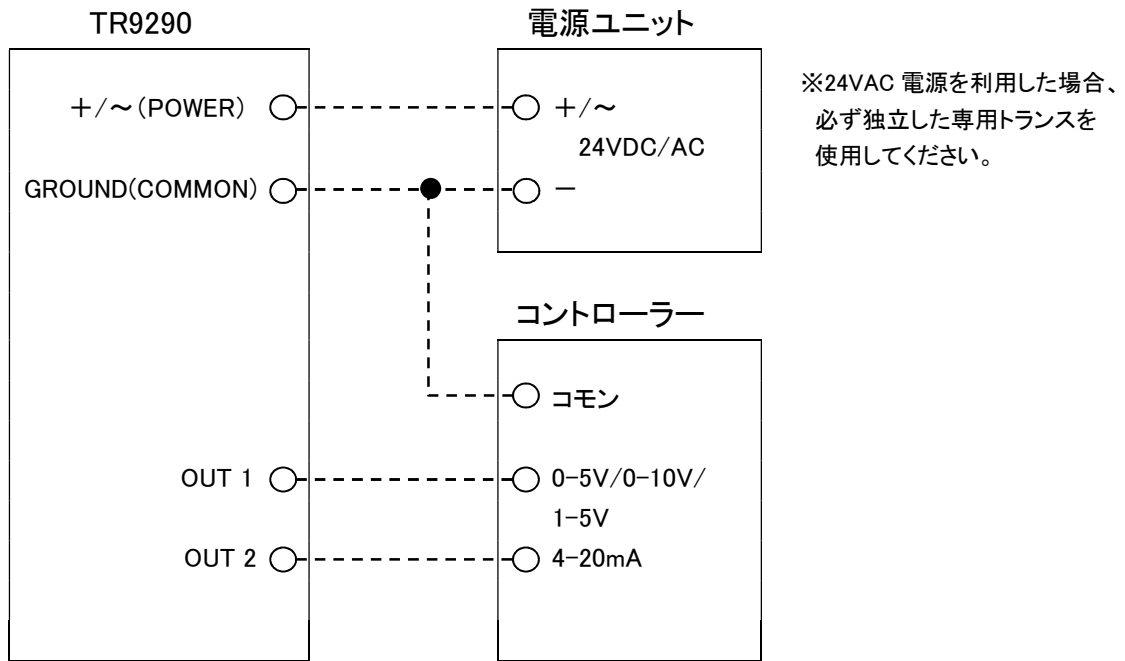

図 6 TR9290 結線図
- ② 基板を基板抑えの下へ入れ、爪でロックします。
- ③ 配線を図 6, 7 に従い結線します。